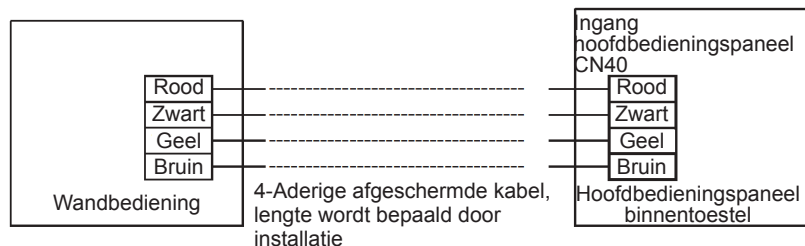

Fig. 3-2
13. Verbind de bedrading van het hoofdbedieningspaneel (zie Fig. 3-2).